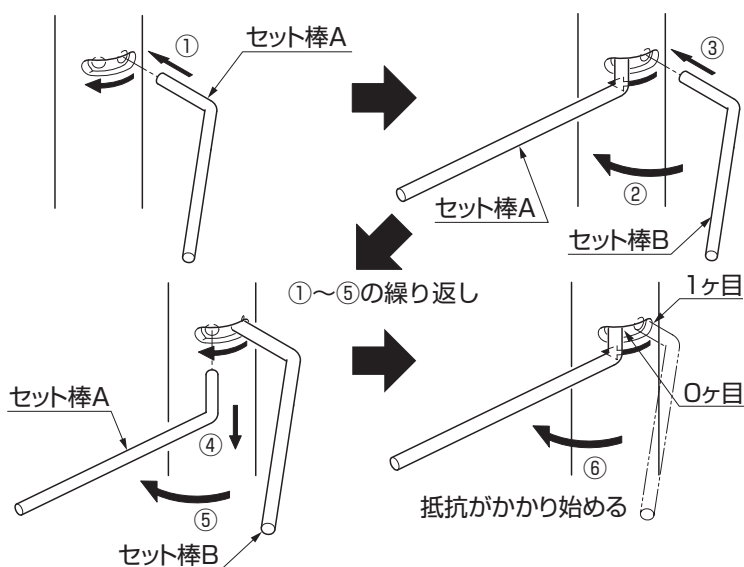

図5-7
- ①門扉を閉じた状態で、セット棒Aをあいているセット穴へ差し込んでください。(図5-7参照)
- ②セット棒Aを巻き込み方向へ回してください。
- ③次のセット穴へセット棒Bを差し込んでください。
- ④セット棒Aを抜いてください。
- ⑤セット棒Bを巻き込み方向へ少し回してください。
- ⑥「手順①～⑤」を何回か繰り返すと、セット棒に抵抗がかかり始めます。抵抗がかかり始めたときにセット棒を差し込んでいるセット穴を初期値(0ヶ目)としてください。
- ⑦引き続き「5-1・5-2」の要領で調整してください。